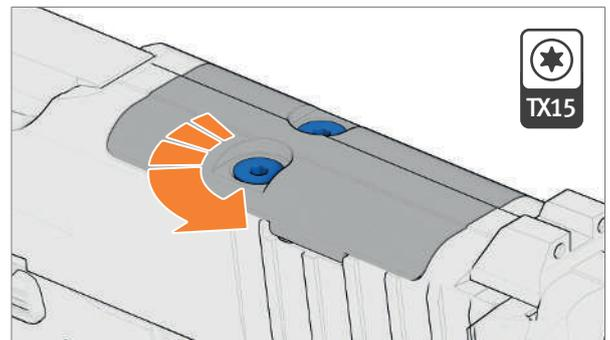

Abb. 40: Schrauben lösen
2. Schrauben lösen und entnehmen (Abb. 40).